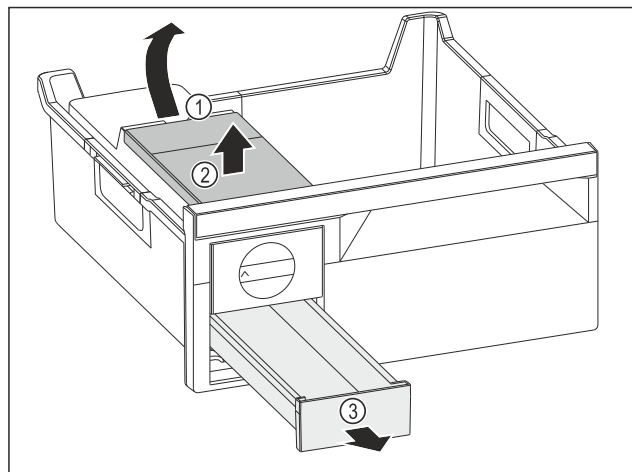

Fig. 119
- Vađenje spremnika za vodu: Podignite spremnik za vodu na otvoru Fig. 119 (1).
- Izvadite spremnik za vodu Fig. 119 (2) prema gore.
- Izvadite ladicu Fig. 119 (3) prema naprijed.